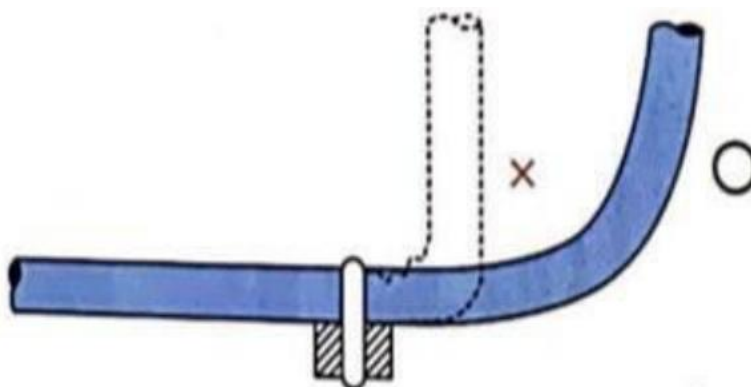

图 11.4 不要将线缆垂直弯曲在固定点上
(7) 其他注意事项
- ✧ 不要将线缆垂直弯曲在固定点上。如图 11.4 所示。